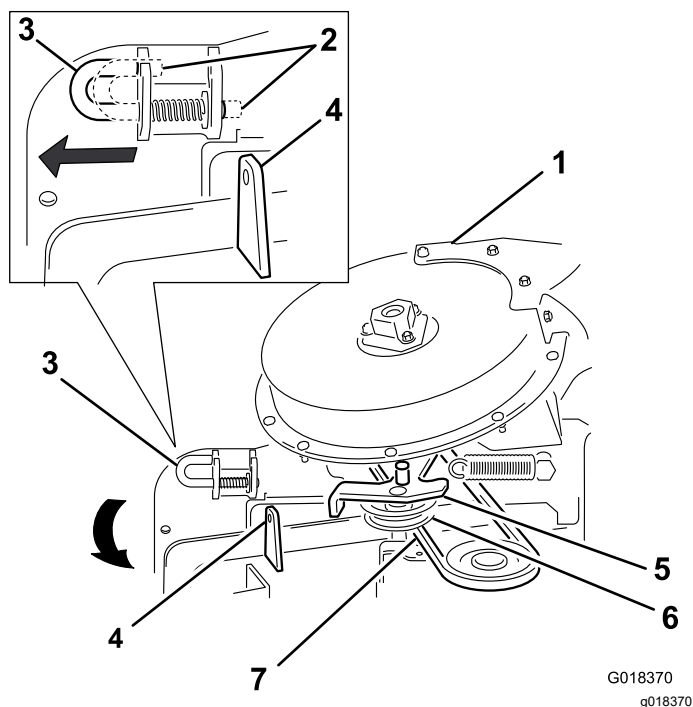

Figure 28
- Déplacez la goupille de verrouillage de la position verrouillée à la position déverrouillée (Figure 28).
- Fermez le ventilateur et alignez la goupille de verrouillage sur le trou dans le support de la goulotte d'éjection (Figure 28).